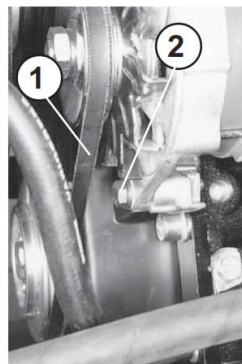

Figura 21
- Apăsați alternatorul în direcția săgeții (figura 21) și strângeți șuruburile (21/22 / 2,3).
- Rotiți alternatorul în direcția săgeții (figura 21).